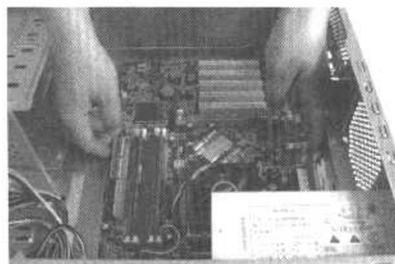
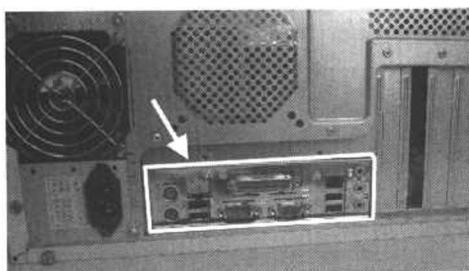

图 1-30 将主板安装到机箱的底板上
图 1-31 让主板的外设接口与机箱后面的插孔对齐
- ⑥ 将主板安装到机箱的底板上，安装时不但要注意主板上的定位孔与机箱底部装的定位孔相对应，如图 1-30 所示，而且还要注意主板上的 I/O 接口要对准机箱后面相应的位置。最后转到机箱的后面，查看主板的外设接口与机箱后面对应的插孔是否对齐了，如图 1-31 所示。